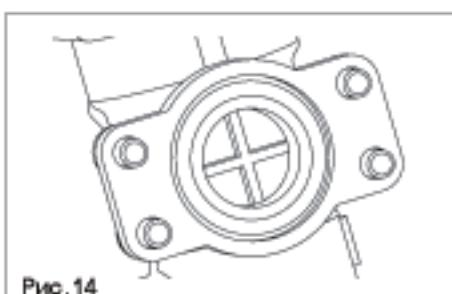

Рис.14
- вставить клапан и большую пружину, следя затем, чтобы врачающийся диск направляющей пружины был правильно установлен (рис. 14);